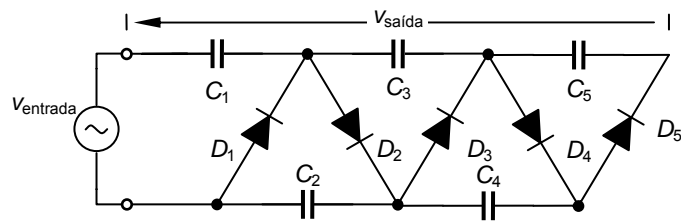

Figura 4.8
4.6 Desenhe o circuito da Figura 4.8 no *Electronics Workbench*. Selecciono o díodo 1N4148 e uma capacidade de  $1\ \mu\text{F}$  para todos os condensadores (supõe-se que inicialmente estão todos descarregados). Aplique à entrada um sinal sinusoidal com 5 V de amplitude de pico. Observe e registre a forma de onda da tensão de saída (em regime transitório e regime permanente).